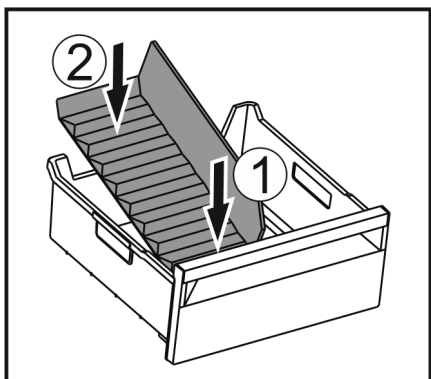

Fig. 127
- Vložte přední část přepážky přihrádky na led. Fig. 127 (1)
- Zadní část přepážky přihrádky na led spusťte až na dno zásuvky. Fig. 127 (2)